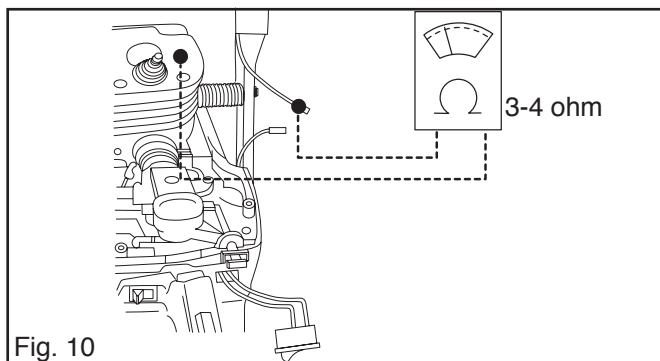

Fig. 10
5. Raccorder l'ohmmètre selon la fig. 10 et mesurer la résistance du serpentin de chauffage dans l'étrier de la poignée. L'ohmmètre devra indiquer 3-4 ohm. Si la valeur est plus élevée, changer le serpentin de chauffage de l'étrier de la poignée.